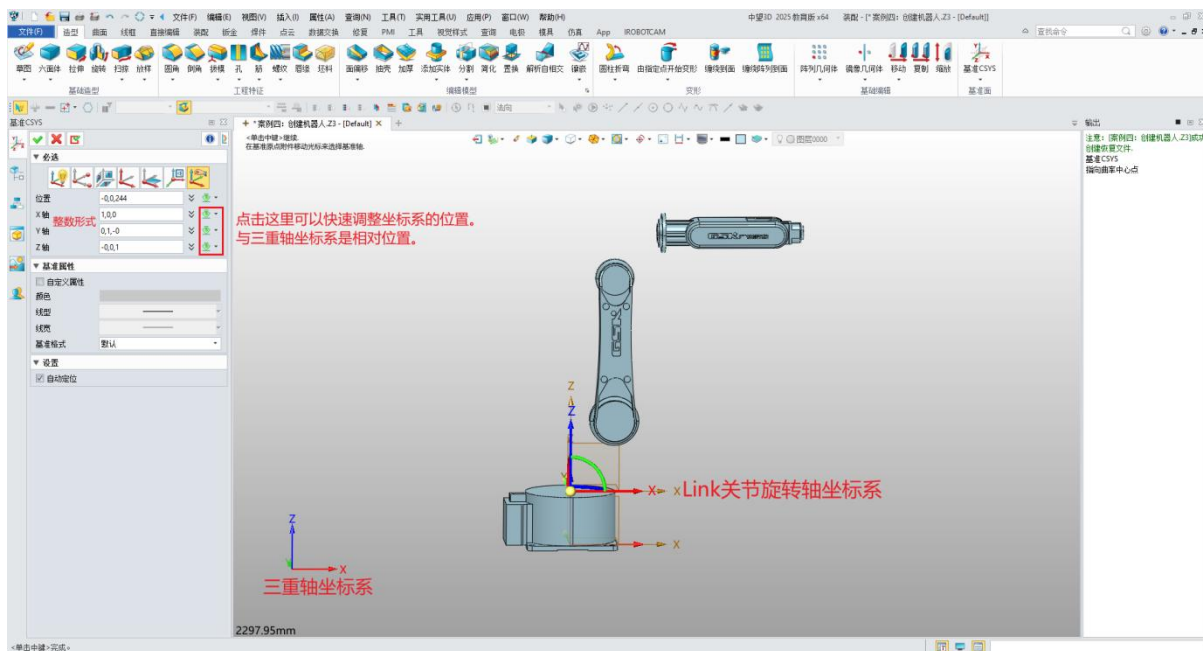

图 8-7: 坐标系构建
- 隐藏或取消选中“组件 Link1”和“组件 Link3”。(图 8-7)